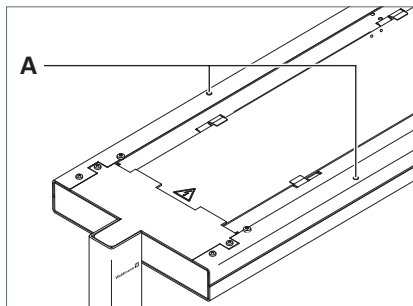

Fig. 12: Ajuster la tête du luminaire.
- Pour soulever la tête du luminaire, tournez les vis de réglage **A** dans le sens inverse des aiguilles d'une montre, voir Fig. 12.